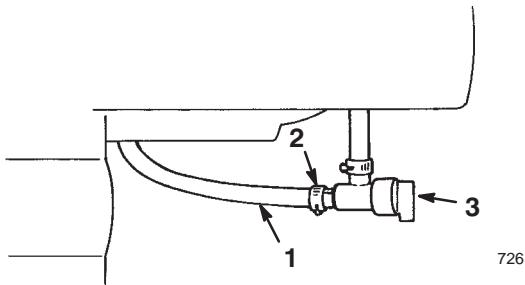

Bild 23
4. Öffnen Sie den Kraftstoffhahn unter dem Kraftstofftank (Bild 23).
5. Schließen Sie den Kraftstoffhahn (Bild 23).